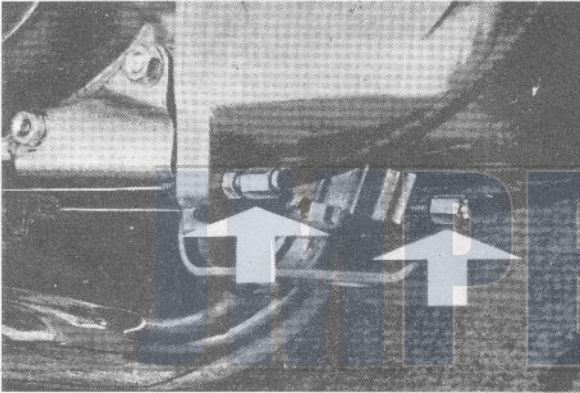

Fig. 4
- kap van de compressor. Twee balkkopbouten (M6 x 35 en M6 x 42) losdraaien. Bougies eruit halen. Kap van de compressor naar voren en dan omlaag trekken. Bij schakeling met de hand beide schakelkabels aan de onderkant van de motor eruit laten hangen. (zie ook fig 4).
- Vervanging van de schakelkabels. Eerst de beide stelbouten aan de einden van de kabel geheel eruit draaien. De nippels uithaken (fig. 4). Voor het opnieuw stellen: de schakelbalk (schakelhefboom met twee armen) aan de motor moet dwars op de rijrichting staan (tweede versnelling).